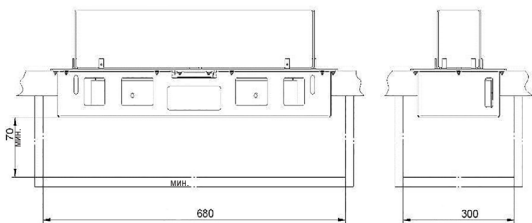

Рис. 5. Минимальные размеры пространства внутри корпуса
- Минимальное расстояние между корпусом и основанием рамы корпуса (рис. 5) - 70 мм.